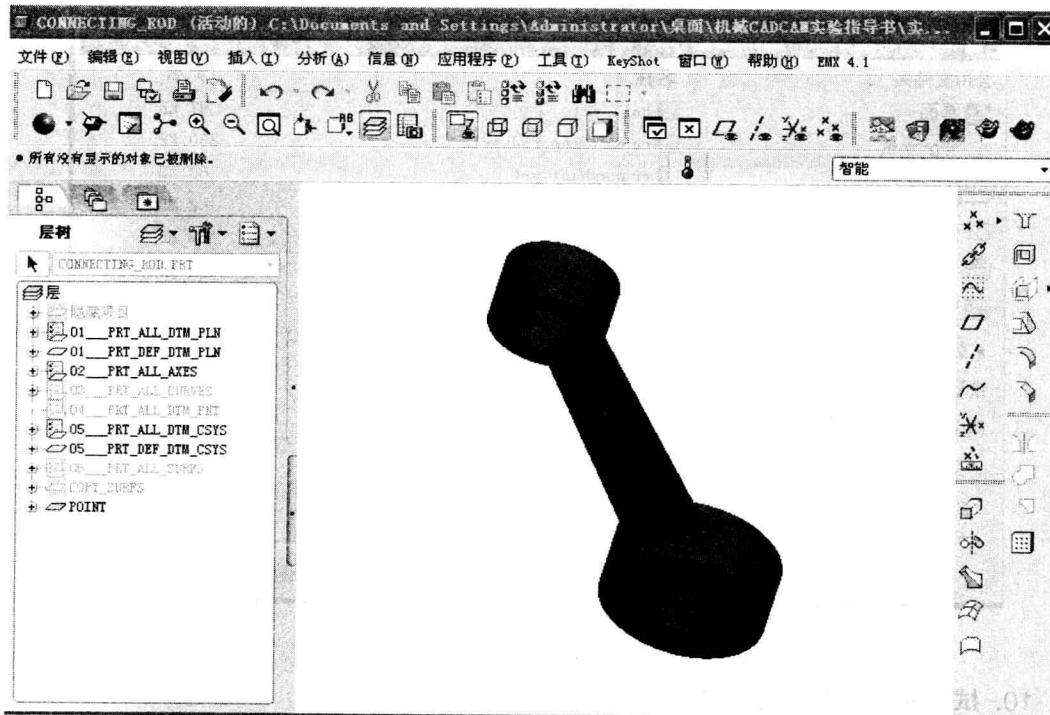

图 1-18 标准视图
- (4) 标准视图：点击视角控制对话框中的【标准方向】，模型显示效果如图 1-18 所示。